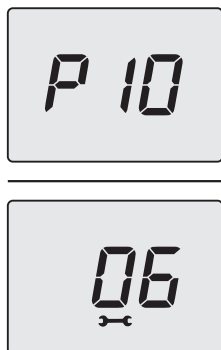

Figura 5.71
- Premere per 1 sec. il tasto 50 (Figura 5.67) per entrare nel parametro selezionato. Il display visualizzerà quanto segue (6=60 secondi) (Figura 5.71).